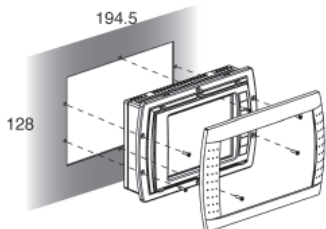

Fig. 2
Questi terminali sono stati progettati per il montaggio a pannello con dima di foratura avente dimensioni pari a 194.5x128 mm + 6 fori circolari diametro 4mm, come indicato in Fig. 2 e 4.
- Inserire il terminale, privo di cornice frontale, nel foro del pannello, e mediante le 6 viti a testa svasata fornite nella confezione, fissare il dispositivo al pannello come schematizzato in Fig. 2, verificare quindi il corretto posizionamento della guarnizione in gomma del frontale;